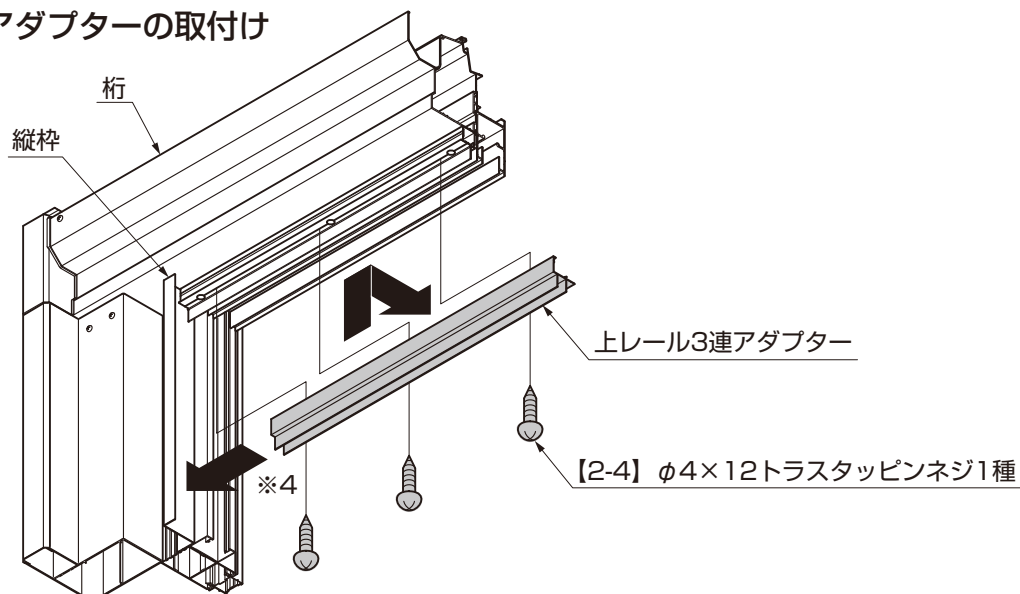

図2-9
- 縦枠部の「のみ込み部」をさけるようにしてはめ込み、取付けた縦枠側にスライドしながら位置決めしてください。(※4) (図2-9参照)